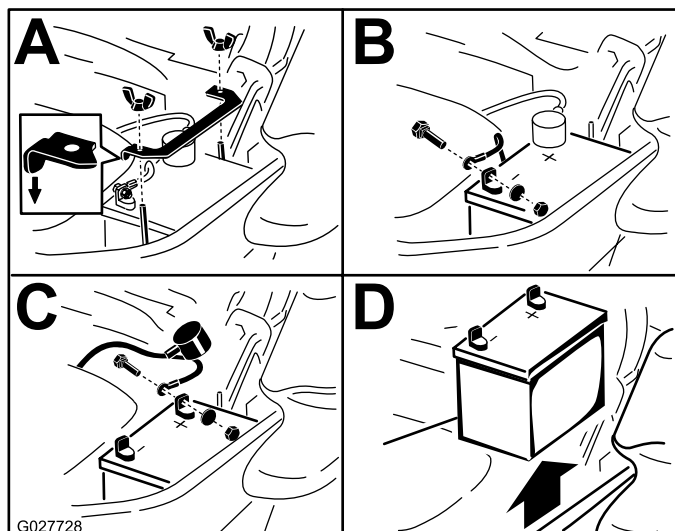

Figure 62
3. Commencez par débrancher le câble négatif (noir) de la borne négative (-) (noire) de la batterie (Figure 62).
4. Enlevez le capuchon rouge de la borne positive (rouge) de la batterie et débranchez le câble positif (+) (rouge) (Figure 62).
5. Retirez l'écrou à oreilles qui fixe la barrette de maintien de la batterie (Figure 62).
6. Déposez la barrette de maintien (Figure 62).
1. Placez la batterie dans son support en tournant les bornes à l'opposé du réservoir hydraulique (Figure 62).
4. Fixez les câbles avec 2 boulons, 2 rondelles et 2 contre-écrous (Figure 62).
6. Reposez la barrette de maintien et fixez-la avec l'écrou à oreilles (Figure 62).